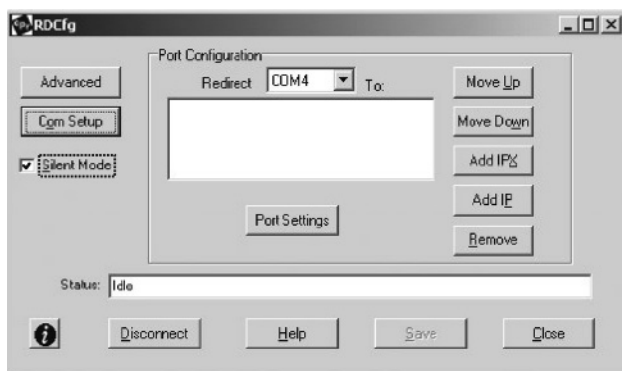

Рис. 30. Окно конфигурации программы «Com Port Redirector» с установленным флажком *Silent Mode*
4. Чтобы запретить появление окна с сообщениями, в окне настройки программы «Com Port Redirector» установите флажок *Silent Mode* (рис. 30).